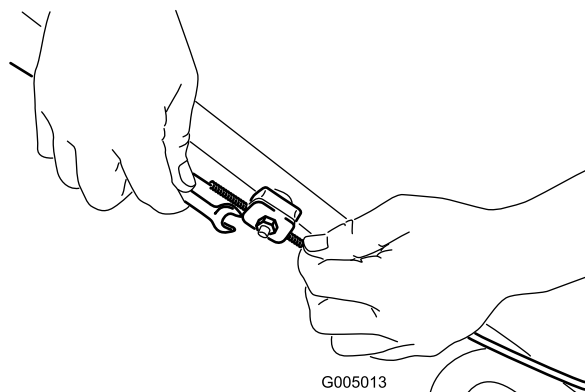

Figura 37
1. Afloje la tuerca del soporte del cable (Figura 37).